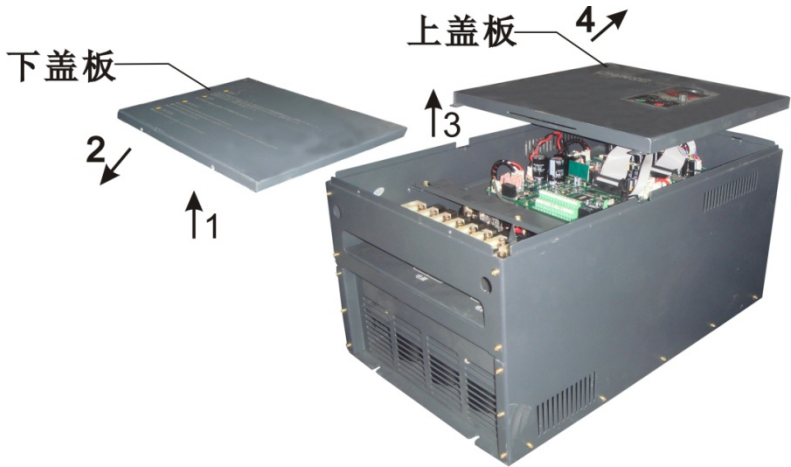

图 3-3 SVF-G7-D(G18.5~G45KW)变频器上、下盖板拆卸示意图
- 2) SVF-G7-D(G18.5~G45KW)金属外壳变频器的盖板拆卸如图 3-3 所示，按序号顺序进行操作。